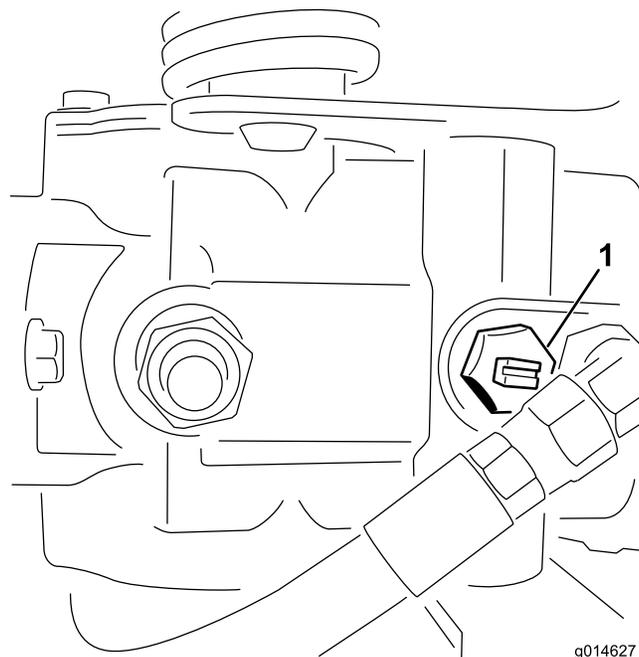

图39
1. 找到并旋转泵上的旁通阀，使槽处于垂直位置（图 39）。
2. 启动发动机之前，旋转旁通阀，使槽处于水平位置，这样就可以关闭旁通阀（图39）。旁通阀打开时，切勿启动发动机。